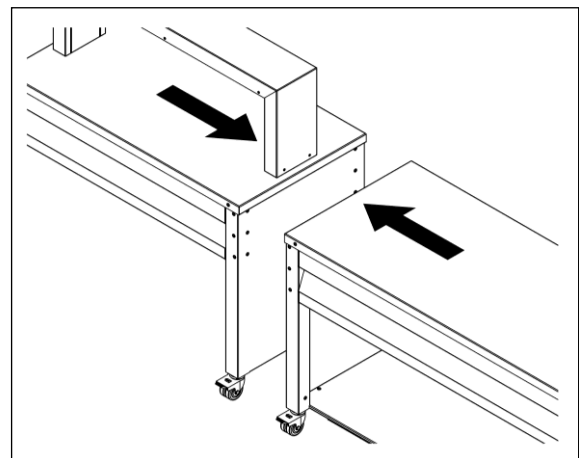

Fig. 2
3. Assembler les appareils à relier. **Fig. 2**